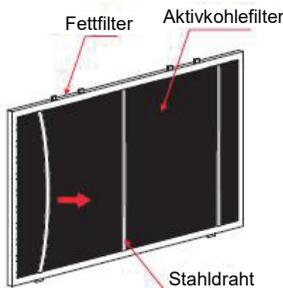

Abb. 1
2. Entfernen Sie den Stahldraht mit der richtigen Stärke, wie in Bild 1 gezeigt.